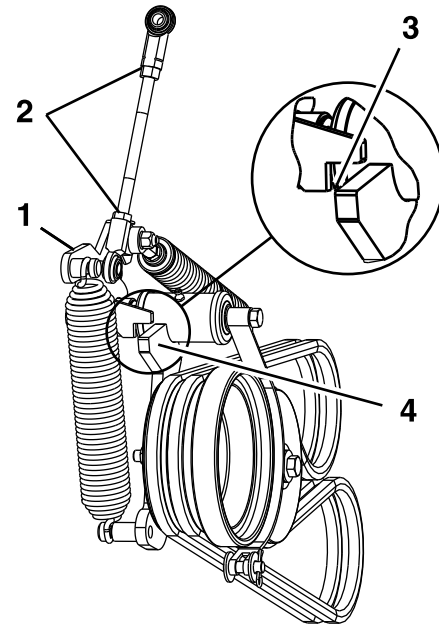

Figure 52
13. Desserrez les écrous de blocage et réglez la tringlerie jusqu'à ce que le haut du bras de renvoi soit aligné sur le bas du cran du bras de tension, comme montré à la Figure 52.